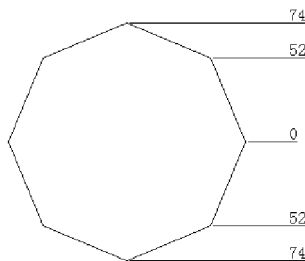

图 3.32 基准点标注效果
⑦ 基准点(P): 在命令提示区中输入“P”,选择快速基线式标注的基准点位置。基准点标注效果如图 3.32 所示。